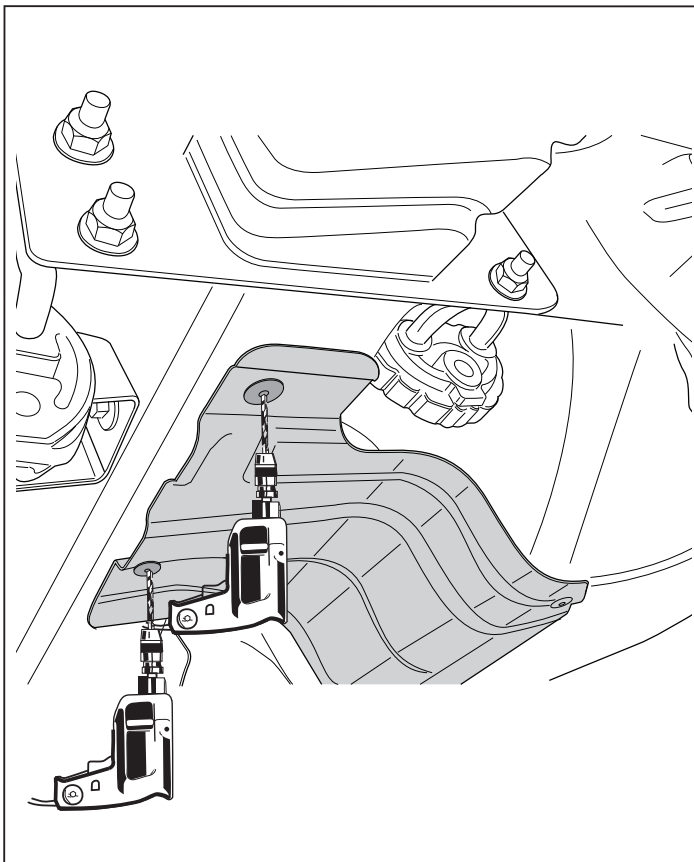

Fig.2
2. Снять последний глушитель выхлопа и теплозащитный экран. См. рисунок 2.